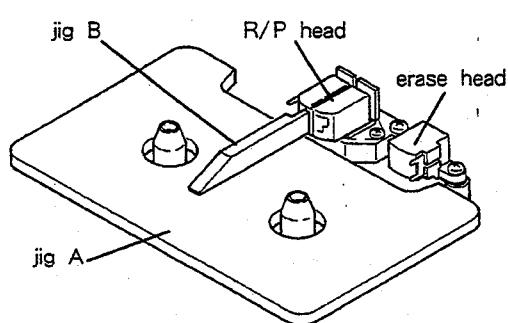
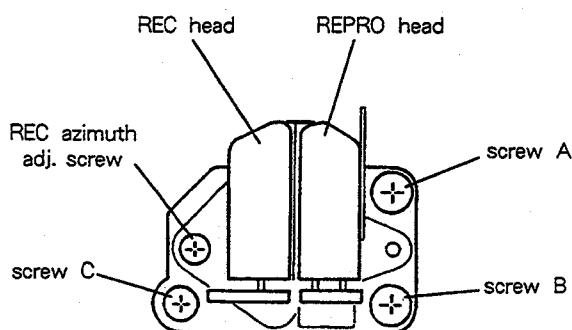

Fig. 2-3
Fig. 2-4
- 3). As with the erase head, confirm using jig B; for adjustment, use height adjustment screw A (Fig. 2-4).
- 4). As shown in Fig. 2-3, place jig B against the head in order to confirm the tilt. Perform tilt adjustment with screw B (Fig. 2-4) so that the head is at right angles with respect to jig B.
- 7). Play back the 10 kHz signal on test tape MTT-256, then adjust playback azimuth adjustment screw C (Fig. 2-4) so that the phase difference between L and R channels is 0°.
- 3). 消去ヘッドと同様に治具Bで確認し、調整は高さ調整ネジA (図2-4) により行う。
- 4). 図2-3のよう治具Bをヘッドに当ててチルトを確認し、ヘッドが治具Bに対して垂直になるようにチルト調整ネジB (図2-4) で調整する。
- 7). テスト・テープMTT-256の10kHzを再生して、LchとRchの位相差が0°になるように再生アジャス調整ネジC (図2-4) で調整する。